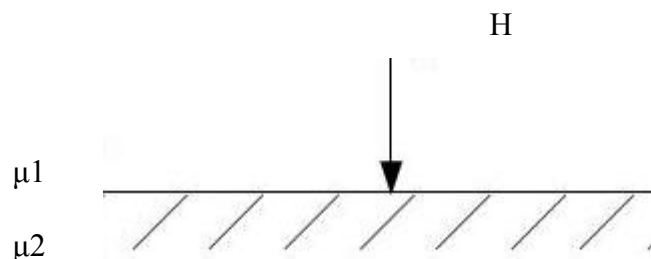

Рисунок 2 — Падение вектора магнитного поля на плоскую границу раздела двух сред
7. Имеется плоская граница раздела двух сред (рис.2). Амплитуда падающего перпендикулярно магнитного поля в первой среде H_1 , найти величину магнитного поля во второй среде H_2 , если магнитная проницаемость сред μ_1 и μ_2 соответственно?